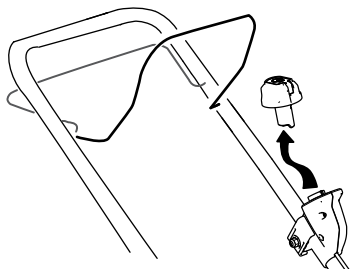

Figura 18
- Rimuovete il pulsante di avviamento elettrico (Figura 18).